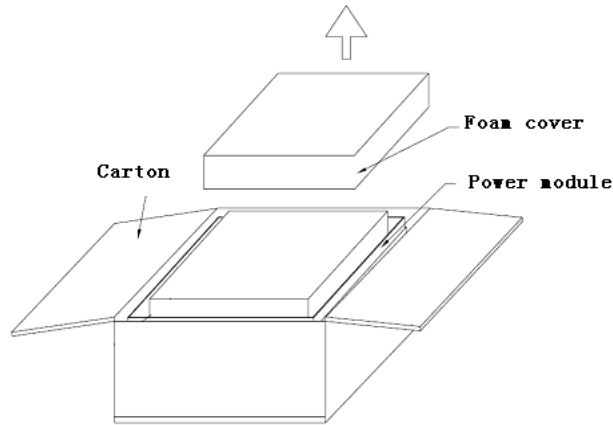

Figura 2-7 Retire la cubierta de espuma
- 3) Retire la cubierta de espuma, como se muestra en la Figura 2-7.